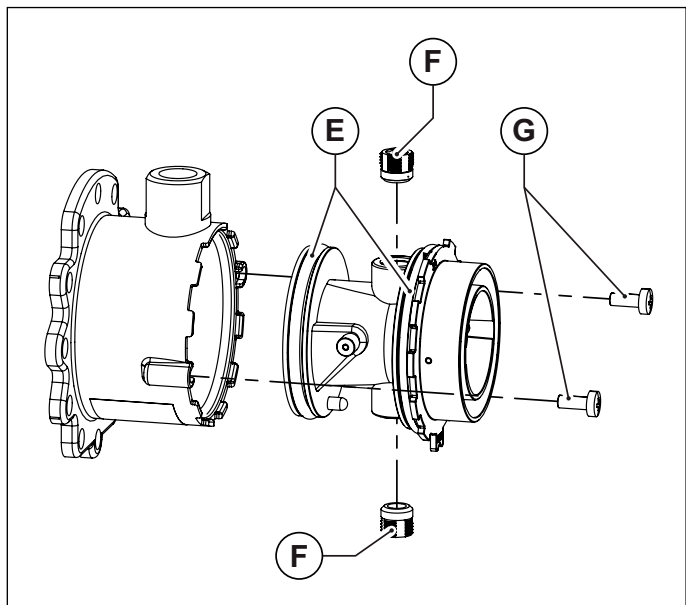
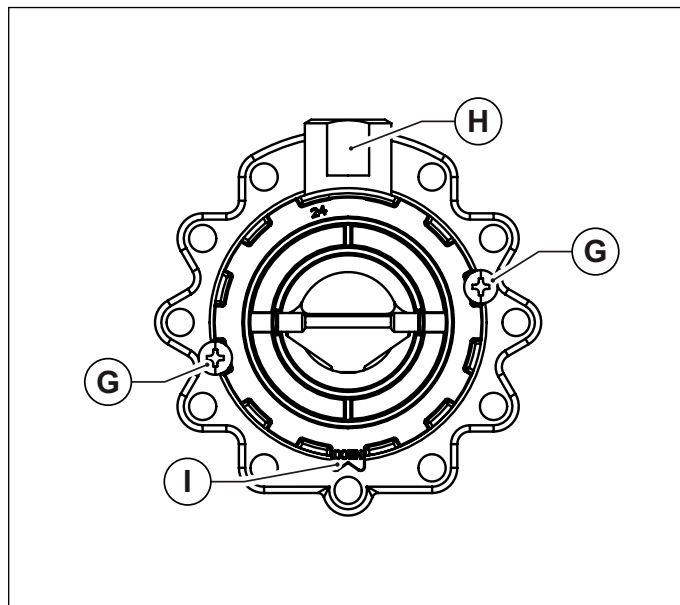

Рис. 38 Пластмасовий корпус змішувача
Рис. 39 Розташування для монтажу
- Відкрутіть два гвинта та вийміть пластиковий корпус змішувального вузла (дивись Рис. 38 Пластмасовий корпус змішувача).
- Використовуючи шостигранний ключ, викрутіть дві форсунки діаметром 6 мм (дивись Рис. 38 Пластмасовий корпус змішувача).
- Вставити пластмасовий корпус (трубку Вентурі) в вузол підмісу та зафіксувати його гвинтами, слідкуючи за тим щоб не пошкодити ущільнення які розташовані по краях пластмасового корпусу (див. Рис. 38 Пластмасовий корпус змішувача) правильно обрати монтажне положення (див. Рис. 39 Розташування для мотажу).
- Закріпіть вузол підмісу на вентиляторі за допомогою болтів з циліндричною головкою під шостикутник, не забуваючи встановити між ними кільцеве ущільнення (див. Рис. 38 Пластмасовий корпус змішувача).
- Вставити пластмасовий корпус (трубку Вентурі) в узел підмісу та зафіксувати його гвинтами, слідкуючи за тим щоб не пошкодити ущільнення які розташовані по краях пластмасового корпусу (див. Рис. 38 Пластмасовий корпус змішувача) правильно обрати монтажне положення (див. Рис. 39 Розташування для монтажу).